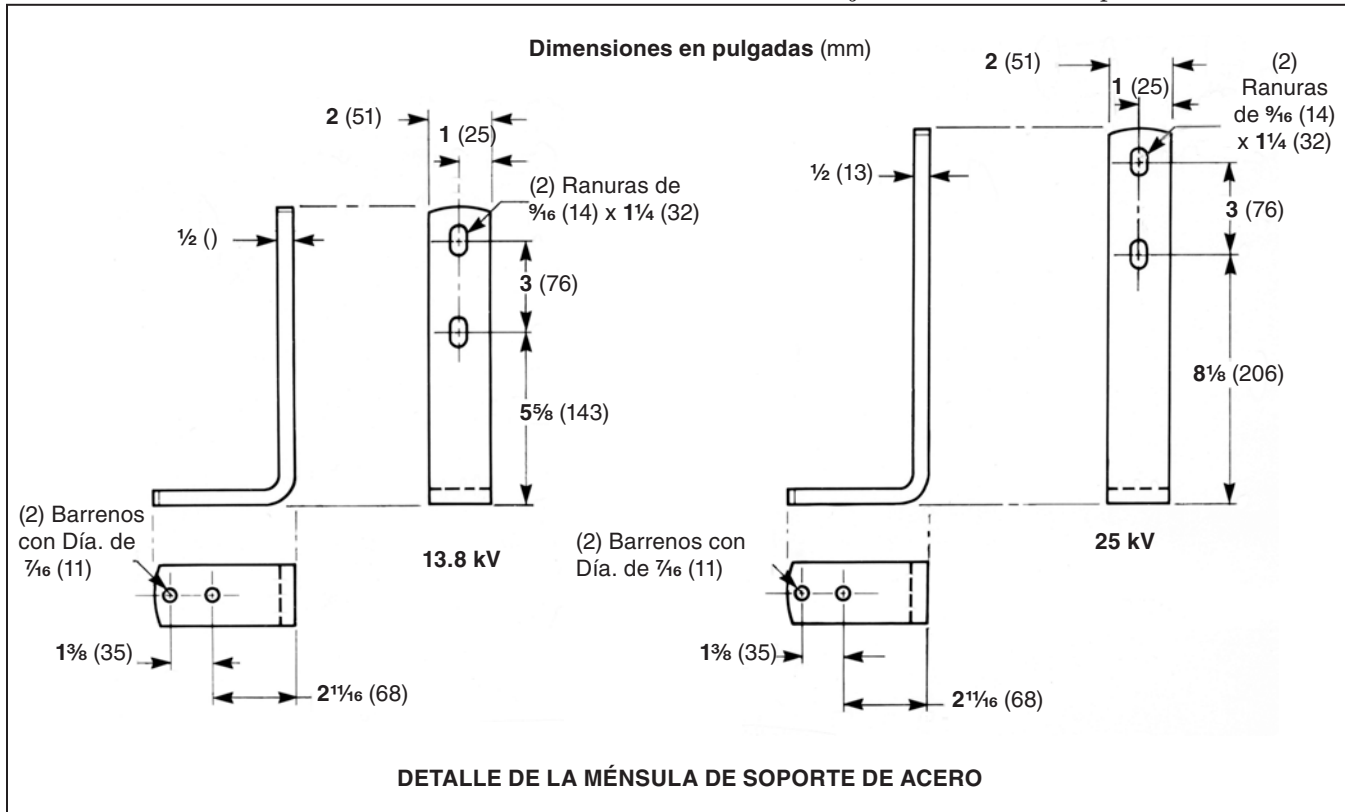

Figura 2. Detalle de la ménsula de soporte.
**Nota:** Las especificaciones de diseño para la ménsula de soporte se proporcionan en la Figura 2 en la página 10.